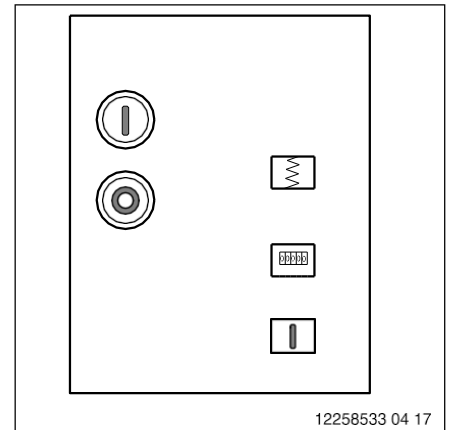

Fig. 53
**10** Poziția comutatorului cu întrerupătorul pornit și acumulatorului cu arc relaxat (Fig. 53).